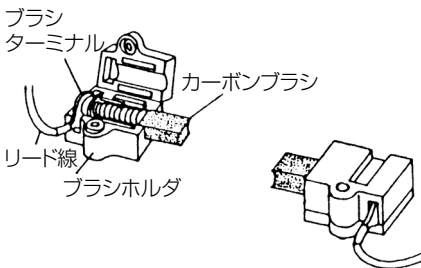

図 26
- (2) 取付けは、まず図 26 のようにカーボンブラシとブラシターミナルをブラシホルダに入れます。